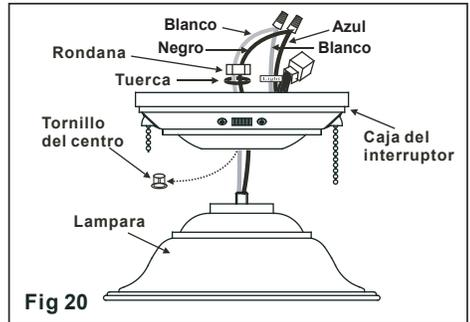

Fig 20
Paso 1. Quite y deseche el tornillo del centro de la caja del interruptor. (Fig. 20)
Paso 2. Pase los alambres NEGRO y BLANCO de la lampara por el agujero central de la caja del interruptor. Atornille la caja del interruptor a la boquilla de la lampara. (Fig. 20)
Paso 4. Localize el alambre BLANCO y AZUL de la caja del interruptor marcados "LIGHT", quite los conectores de plastico conectados en las puntas de los alambres. (Fig. 20)
Paso 5. Proceda a hacer las conexiones electricas de la siguiente manera; conecte el alambre BLANCO de la caja del interruptor con el alambre BLANCO de la lampara asegure la conexion con un conector de plastico que quite previamente. Siga el mismo proceso con el alambre AZUL de la caja del interruptor y el alambre NEGRO de la lampara. (Fig. 20)